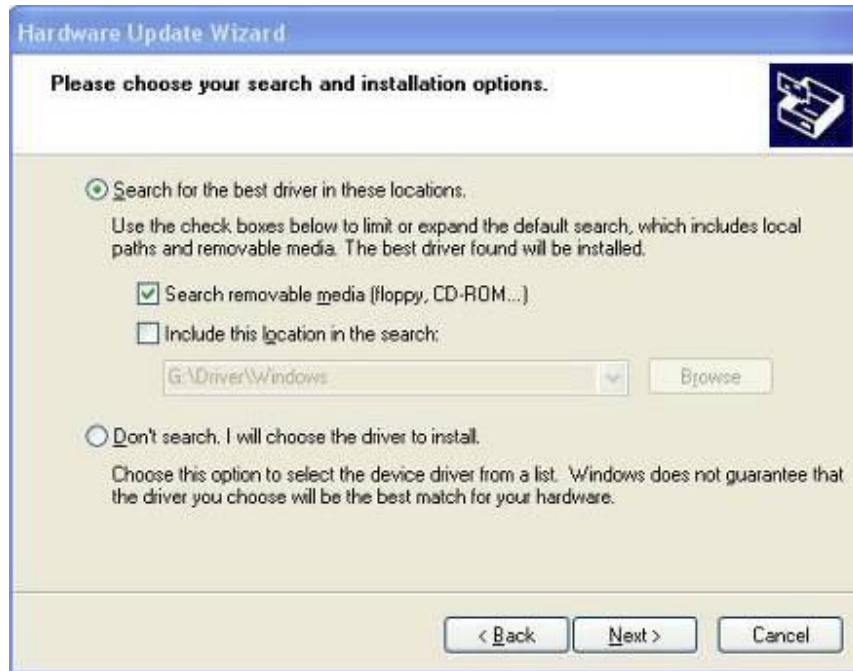

图 2
(2) 选择从光驱安装，并把 NT 100 产品光盘放入光驱中，如图 2 所示：